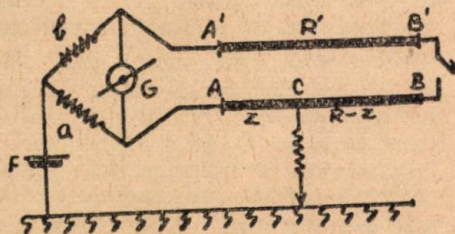

Fig. 3. — Metoda lui Murray
b) **Metoda lui Murray sau a buclei** (v. fig. 3) se aplică atunci când avem două linii foarte vecine AB și A'B'. Fie  $R$  și  $R'$  rezistențele cunoscute ale celor două linii, C punctul unde se găsește defectul,  $x$  rezistența AC. Se reunește B cu B' și se reglează raportul  $a/b$  în așa fel ca puntea Wheatstone astfel formată să fie în echilibru (adică să nu treacă niciun curent prin galvanometru). Avem atunci: